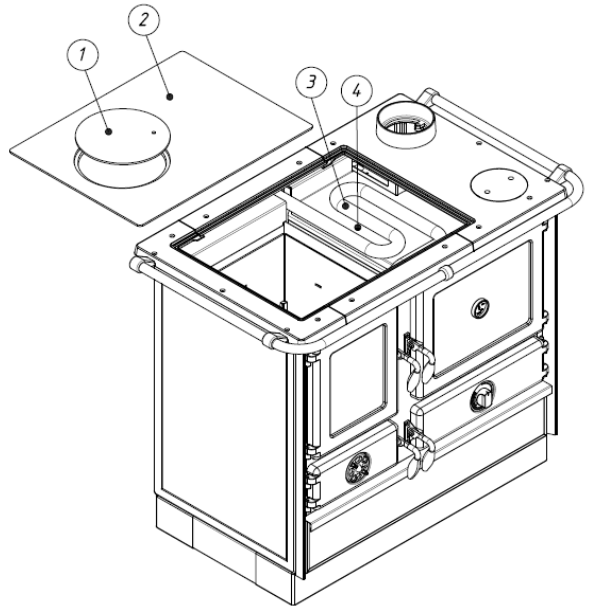

Abbildung 11
Reinigung der Kesselrohre (Abbildung 11) - Beim Reinigen des Kesselrohrs (3), der sich über dem Ofen und dem Raum zwischen dem Rohr und dem Ofen befindet (4), ist es nötig den Deckel der Heizfläche zu entfernen (1) und die Heizfläche (2) von Ruß zu reinigen (3) und den Raum darunter (4). Dieses Verfahren jede 15 Tage wiederholen, damit die Ansammlung von Ruß verhindert und der ungestörte Durchfluss von Rauchgasen ermöglicht wird. Auf diese Weise wird die richtige Funktionsweise des Kessels gewährleistet.